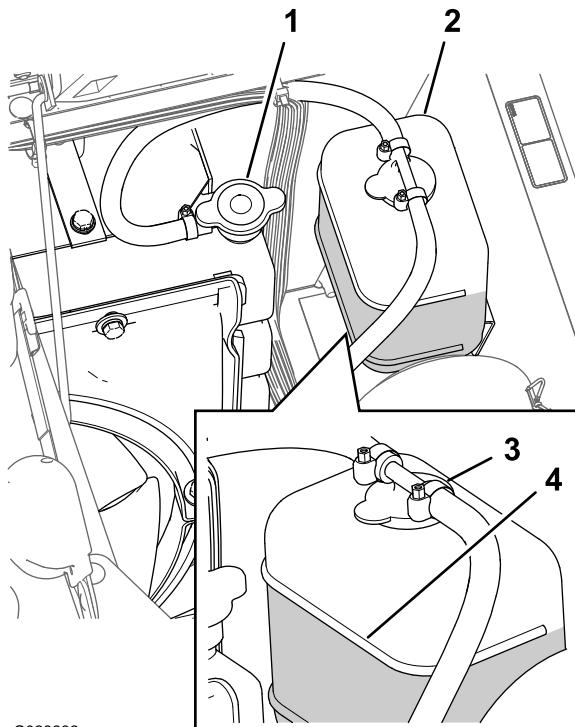

Figura 91
3. Retire cuidadosamente a tampa do radiador e a tampa do depósito de expansão (Figura 91).
Nota: O radiador deverá encontrar-se cheio de líquido até ao cimo do tubo de enchimento e o nível de líquido no depósito de expansão deverá atingir a marca Cheio no depósito (Figura 91).
5. Se o nível do líquido de arrefecimento for baixo, retire a tampa do depósito de expansão e o tampão do radiador, encha o depósito de expansão até à marca Cheio e o radiador até ao cimo do tubo de enchimento (Figura 91).
6. Volte a colocar as tampas no radiador e no depósito de expansão (Figura 91).
6. Retire o tampão do radiador (Figura 91).
8. Ligue o motor com a tampa sem aperto no radiador (Figura 91).
10. Assim que o líquido de arrefecimento tiver aquecido, encha o nível do líquido até à superfície de vedação e aperte o tampão (Figura 91).
11. Abra a tampa do depósito de expansão e encha o depósito com líquido de arrefecimento até ao nível Frio (Figura 91).
2. Aguarde até o motor estar frio e depois retire o tampão do radiador (Figura 91).